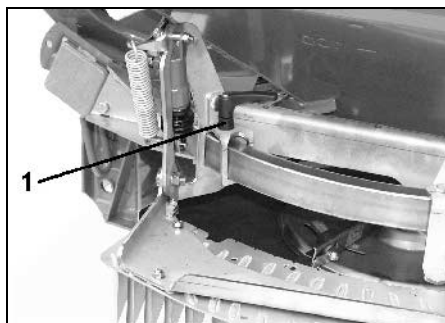

Fig. 40
- För att göra detta lossas spännarmen (Fig. 40/1).